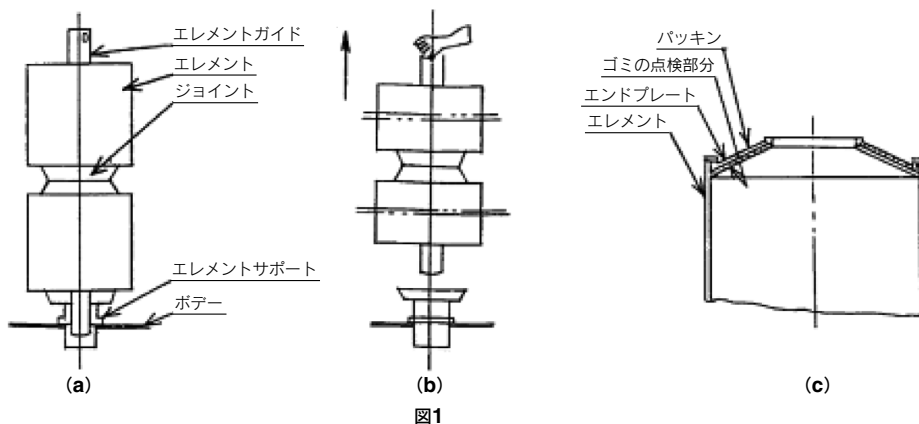

図1
- ①エレメント取付金具、エレメント、ジョイント、エレメントガイドの順に取出してください。
- ②エレメントガイドは無理に取出す必要はありません。
- ③またエレメントホルダを取出した後(図1)の要領でエレメントガイドを取出すことによりエレメント、ジョイントを一括して取出すことができます。
- ①エレメントを取外した時ハニカムエレメント、ペーパーエレメント以外のエレメントはエンドプレートとパッキンの間にゴミが溜まっているか否か確かめてください。【図1(c)参照】溜っている場合はきれいにしてください。
- ②エレメントガイドを取外した時は取付けてください。
- ③エレメント、ジョイント、エレメント、エレメント取付金具の順に同心になる様に正しく差し込んでください。